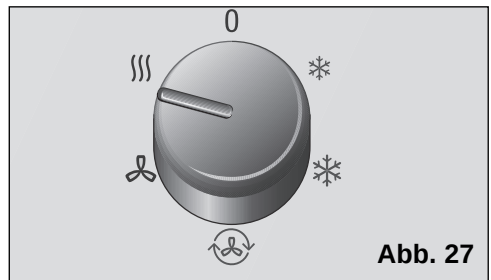

Abb. 27
- ☐ Wählen Sie am Funktionswahlschalter den Heizbetrieb  aus **Abb. 27**.